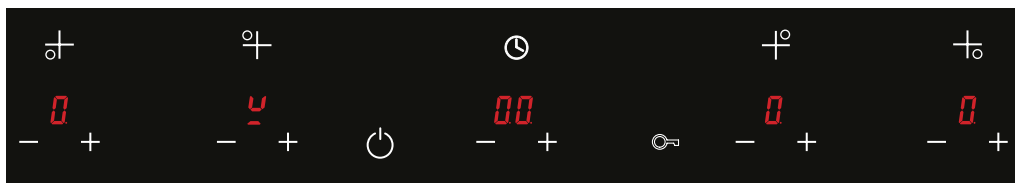

Afbeelding 55
6. Wanneer u de timer wilt uitschakelen voor het einde de ingestelde periode kunt u de **+** en **-** toets gebruiken om de timer in te stellen op **00**. (Zie afb. 55)